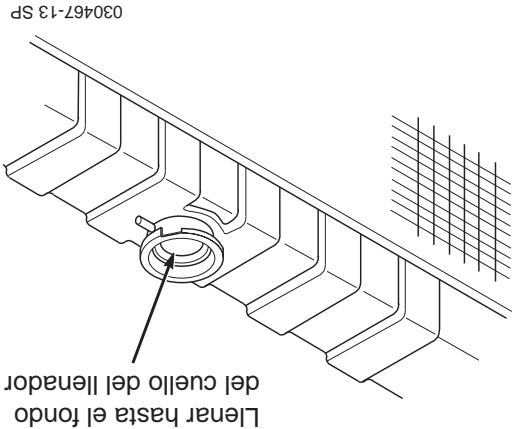

Figura 7-8. Nivel de refrigerante
- 2. Revise visualmente el nivel del refrigerante. El nivel de refrigerante debe llegar hasta el fondo del orificio de relleno, como se muestra en la Figura 7-8. Agregue una mezcla de refrigerante y agua blanda, según sea necesario.